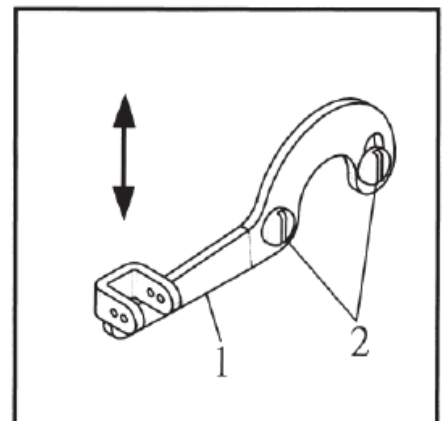

Рис. 11
Натяжение нити верхней покрывной нити также можно отрегулировать, ослабив винты (2), а затем сдвинув направляющую верхней покрывной нити вверх или вниз (см. Рис. 11).